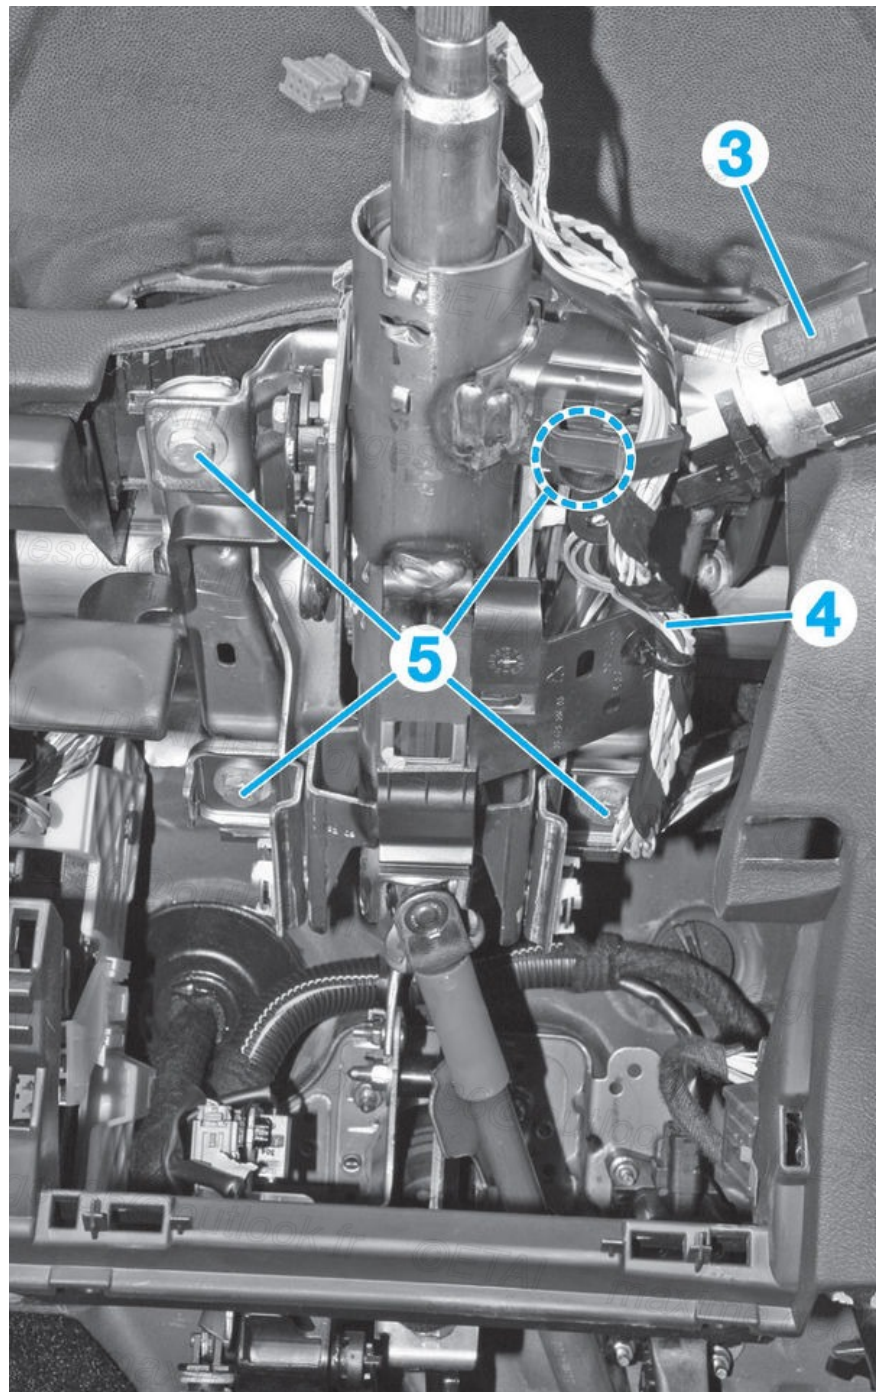

Fig.5
- Déposer l'antenne transpondeur (3) après avoir soulevé ses pattes (Fig.5) (/media/RTA/RTA\_714/RTA714A-006-005X.jpg).